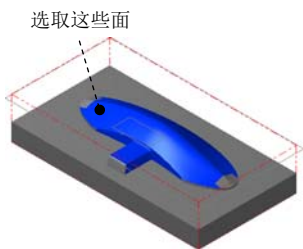

图 9.19 选取加工面
(1) 选取加工面。在图形区中选取图 9.19 所示的面（共 15 个面），然后按 Enter 键，系统弹出“刀具路径的曲面选取”对话框。